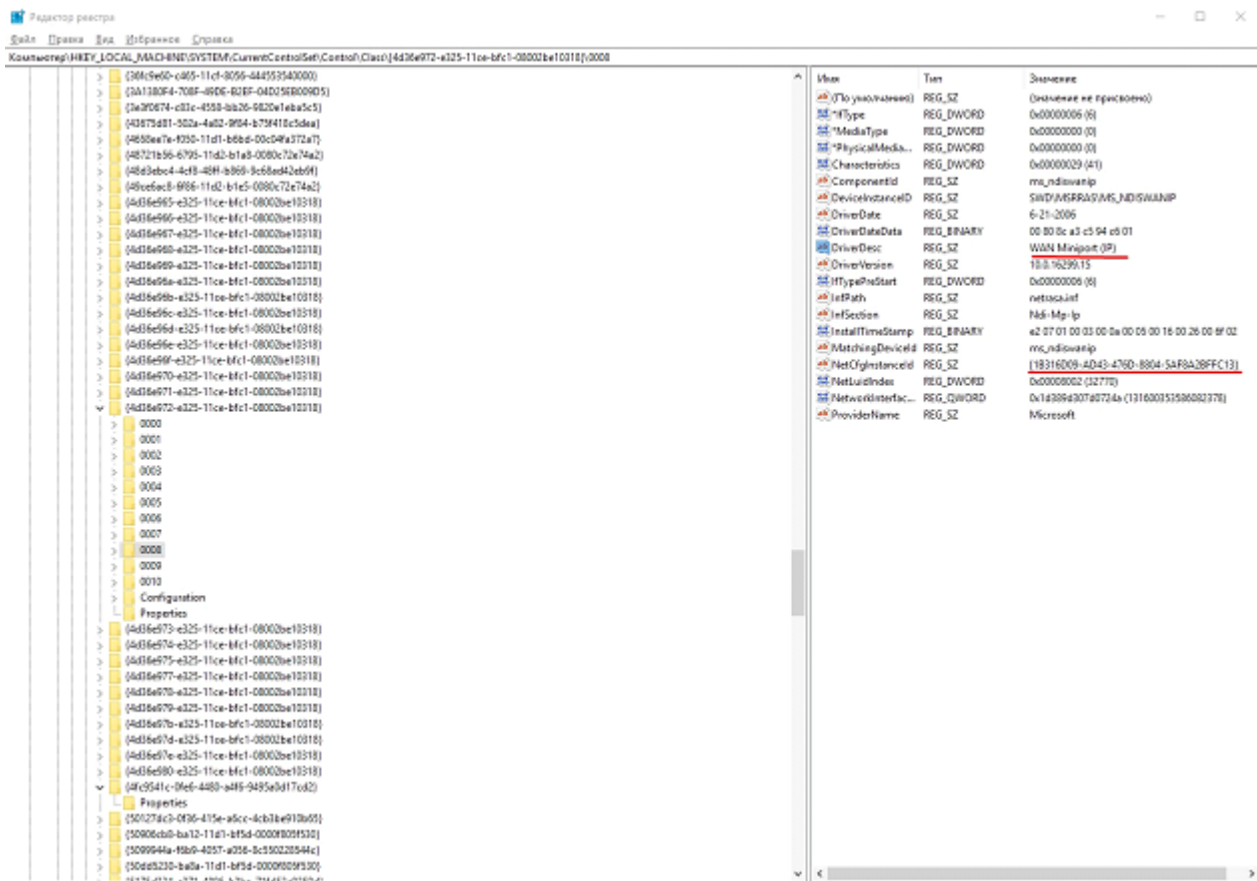

Рис.2
\{4d36e972-e325-11ce-bfc1-08002be10318} рис.2 в нашем случае устройство по адресу 0, находится в каталоге 0008, в нашем случае это "WAN Miniport (IP)"